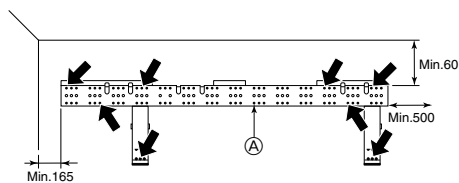

Fig. 3-4
- ▶ Monteringsbeslaget skal om muligt sikres ved begge ender og midt på. Fastgør det aldrig på et enkelt sted eller på nogen asymmetrisk måde. (Fastgør om muligt beslaget ved alle de steder, der er angivet med en fed pil. (Fig. 3-4))